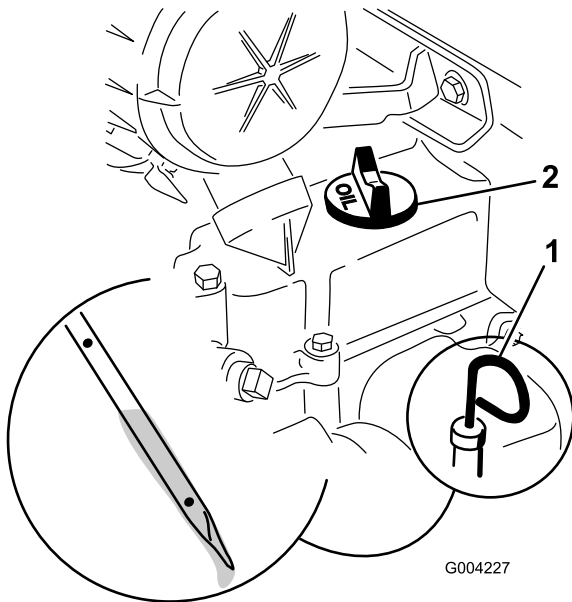

Figura 15
3. Si el nivel de aceite es bajo, retire el tapón de llenado (Figura 15) y añada suficiente aceite para elevar el nivel a la marca Full (lleno) de la varilla.